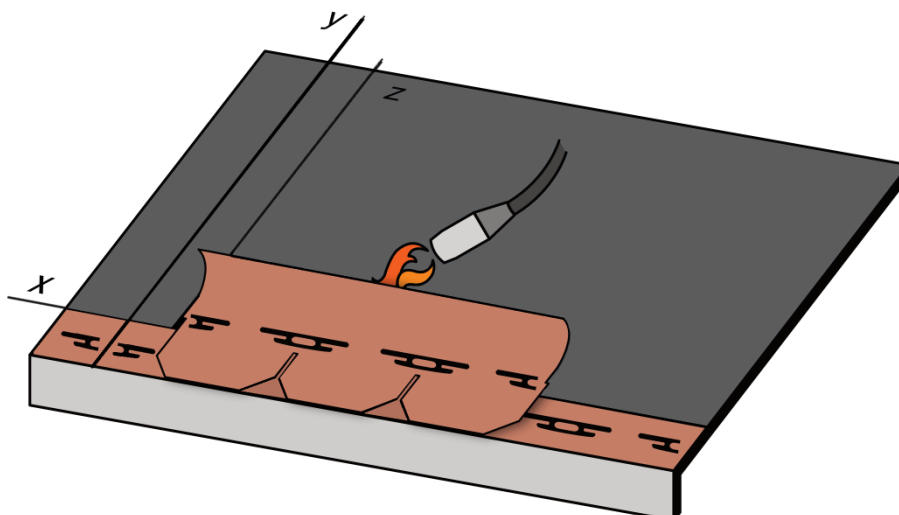

Fig. 17 – Installazione prima fila di tegole a fiamma
- Procedere con la posa della prima fila di tegole: allineare il bordo laterale della prima tegola sulla verticale **z** e il bordo superiore sull'orizzontale distante 14,5 cm da **x** – vedi Fig. 17. Fissare la tegola alla membrana usando la fiamma del cannello e sollevando la parte superiore della tegola con apposito strumento, Fig. 17. Le pastiglie autoadesive fisseranno le faldine delle tegole della prima fila alle tegole sottostanti della fila di partenza. Procedere con la posa di tutte le tegole della fila.